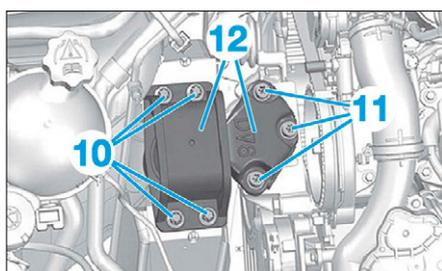

FIG. 9
- les 4 vis (10) (Fig.9),
- les 3 vis (11),
- l'ensemble supports élastiques moteur (12).
- l'ensemble support moteur (12) (Fig.9),
- les vis (10) et (11).